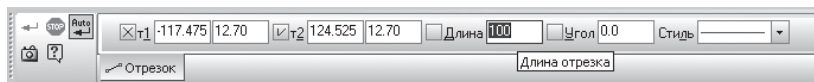

Рис. 20. **Автосоздание** объекта
- обратите внимание на панель **Специального** управления, кнопка **Автосоздание** объекта по умолчанию нажата. Пока она находится в этом состоянии, все объекты создаются немедленно после ввода параметров, достаточных для построения (рис. 20);